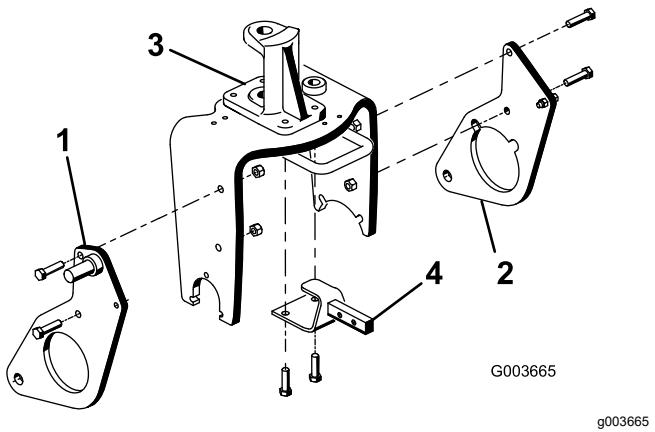

図 11
- 図 11 に示すように、ボルト $1/2 \times 2"$ 2本とロックナットを使って、右側プラウプレートをキャスターフォークの右側に仮止めする。
- 左側プラウプレートでも同じ手順を繰り返す(図 11)。
- ステアリングピボットの前部をキャスターフォークの上部に固定しているボルト2本を取り外して廃棄する(図 11)。
- キャスターフォークとステアリングピボットの取り付け穴を使って、ヒッチフレームブラケットをボルト($1/2 \times 1-3/4"$)2本でキャスターフォークの下側に取り付ける。図 11 を参照方。